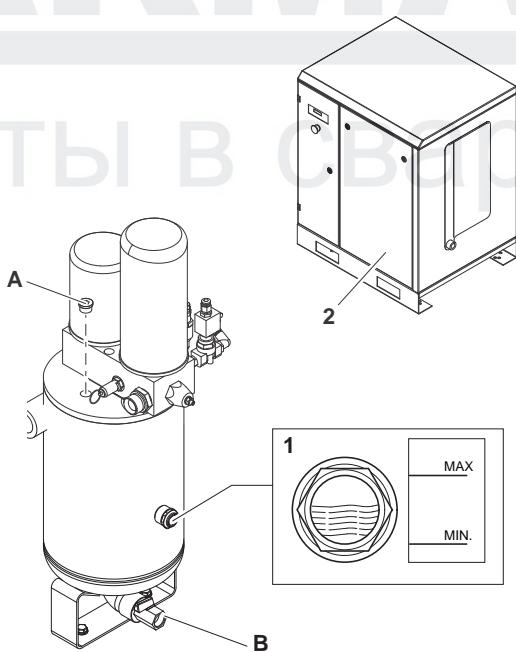

Рис. 6.1
- Убедиться в отсутствии скатого воздуха внутри масловоздушного ресивера: отвинтить кран A (см. рис.6.1) и полностью спустить воздух.
(см. рис. 6.1)
Контроль масла и доливка при необходимости (см. рис. 6.1)
(см. рис. 6.1)**